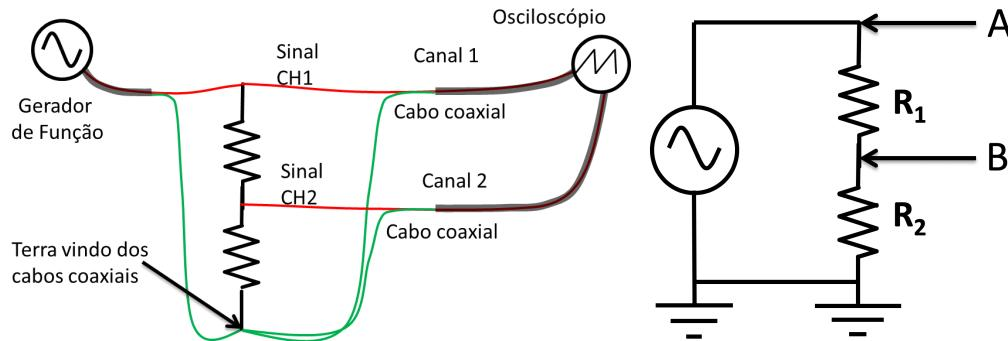
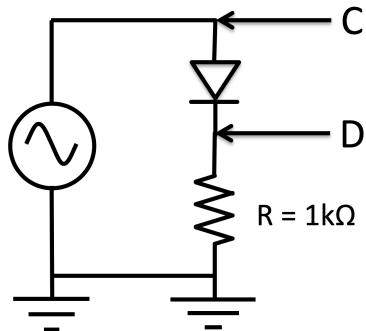
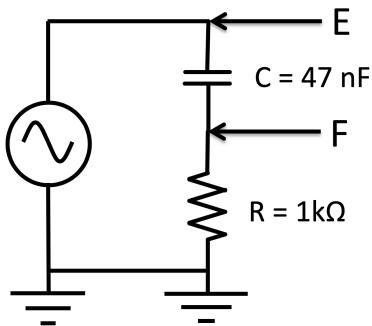

Figura 10: Divisor de tensão resistivo utilizando o gerador de funções.
Figura 11: Retificador de meia onda com diodo de Si.
Figura 12: Filtro RC.
Antes de analisar os vídeos, faça as simulações dos circuitos A (Figura 10), B (Figura 11) e C (Figura 12) para as medidas com o osciloscópio. Notem que o TinkerCad conta com um osciloscópio muito simples, com apenas um canal, e que permite o ajuste apenas da escala de tempo; o ajuste da escala de tensão é automático. Notem também que a entrada do osciloscópio virtual não é um cabo BNC mas sim dois cabos convencionais, um para sinal e outro para terra. O gerador de funções no TinkerCad permite a escolha do tipo de onda (quadrada, senoidal e triangular) e o ajuste de frequência, amplitude, tensão V_{pp} e
No gerador de funções, selecionamos a forma de onda senoidal. Considere o circuito da Figura 10, que traz o mesmo circuito de duas formas diferentes, uma (esquerda) ilustrativa, mostrando os dois fios do cabo coaxial, e outra (direita) com a representação usual para esse tipo de circuito. Ajustamos no gerador de funções a frequência para 100 Hz e a amplitude para 2 V.
No circuito da Figura 11, um diodo de Si é usado para permitir passagem de corrente apenas no sentido de polarização direta (um diodo ideal apresentaria resistência elétrica nula para tensão aplicada em um sentido e infinita para tensão aplicada no sentido oposto). Neste caso, a tensão de pico, V_p , deve ser maior que 2 V (tensão acima da tensão para a qual a resistência do diodo se torna bem baixa). A frequência é mantida em 100 Hz.
No circuito da Figura 12, um capacitor é usado para permitir ‘passagem de corrente’ apenas em alta frequência e bloquear a tensão de baixa frequência. Filtros Resistor-Capacitor (RC) como esse atuam de forma diferente para diferentes frequências.